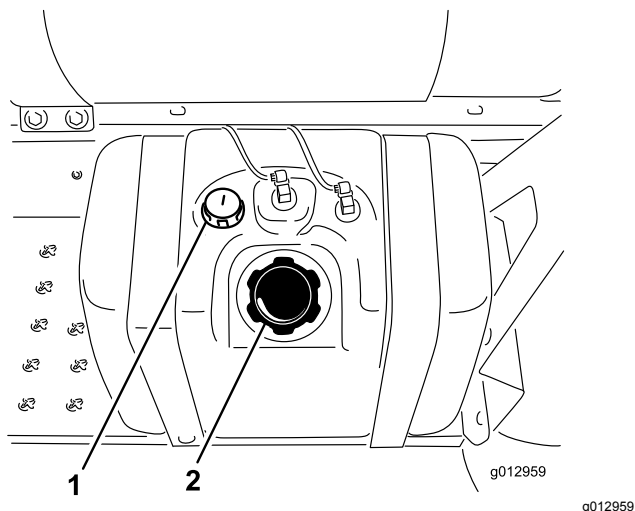

図 20
3. 燃料タンクのキャップ 図 20 の周囲をきれいに拭く。